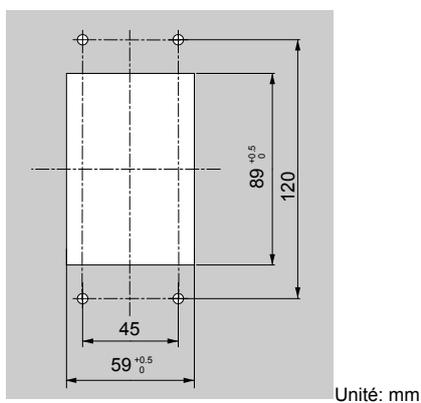

Figure 2.12 Dimensions de découpe du panneau (installation interne/encastrable)
- Découper une ouverture dans le panneau du boîtier pour le clavier d'opération, tel qu'indiqué dans la Figure 2.12.